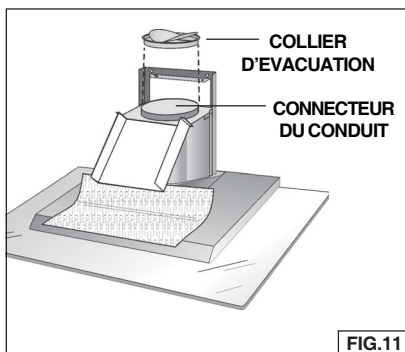

FIG.11
2. Installez le collier d'évacuation dans le conduit relié à la hotte. Fig. 11.